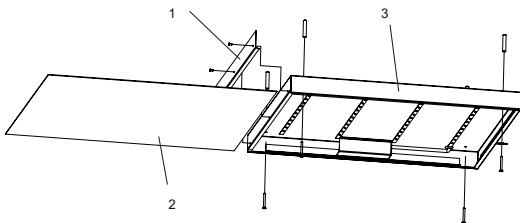

Рисунок 1
4.2.2 Накладной монтаж осуществляется следующим образом (см. рисунок 1):
- открутить 3 винта и снять боковую крышку (1) светодиодной панели;
- извлечь рассеиватель (2);
- закрепить корпус светодиодной панели (3) через имеющиеся отверстия непосредственно на поверхность потолка. Крепёж для накладного монтажа в комплекте не поставляется;
- в обратном порядке установить на корпус светодиодной панели (3) рассеиватель (2);
- установить боковую крышку (1) обратно и зафиксировать винтами.
- рассеиватель (2);